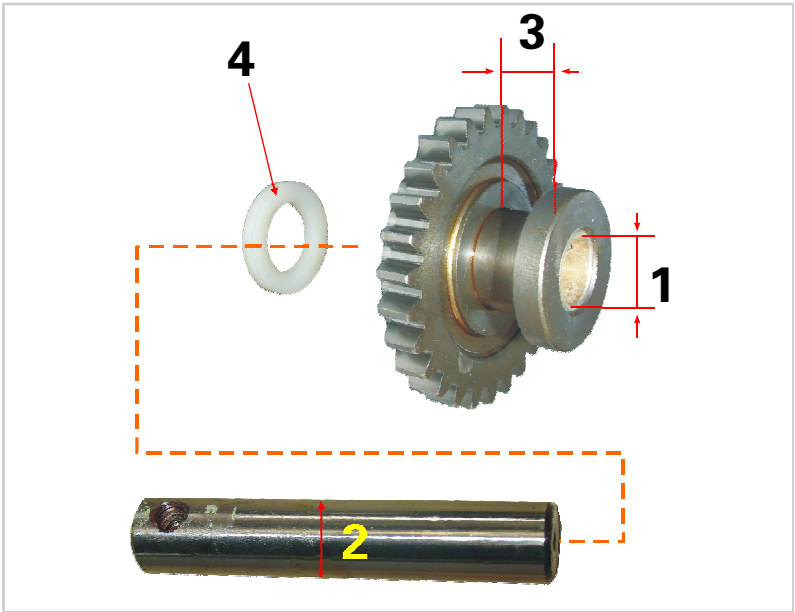

图4-59 倒挡中间轴和齿轮的检查部位
3. 检查倒挡中间齿轮和轴的损坏或磨损（图4-59和表4-19）。